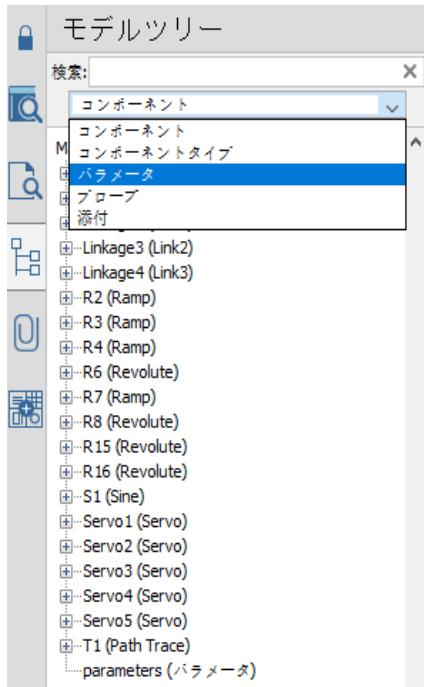

図2.1 モデルツリーの [コンポーネント] ビュー
- **[コンポーネント]**: このビューでは、コンポーネントやサブシステムの名前順にモデルツリービューを表示します。コンポーネントやサブシステムのノードは、名前に続いて型で識別されます（図2.1「モデルツリーの [コンポーネント]